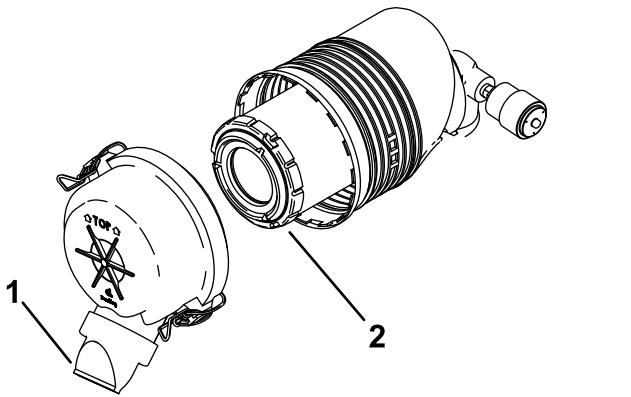

Figure 41
- Reposez le couvercle du filtre à air, le capuchon protecteur orienté en bas comme indiqué à la Figure 41, et fermez les attaches.